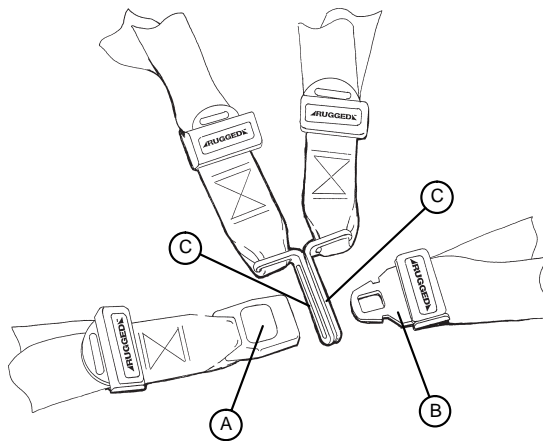

Figure 12 – Boucler les sangles de retenue
Appuyer sur le bouton rouge (A) à l'avant du réceptacle de la boucle pour débloquer la languette de la boucle (B) (Figure 12). Tirer la languette de la boucle hors du réceptacle.
Pousser la languette dans le réceptacle jusqu'à entendre un clic. S'assurer que la languette de la boucle passe à travers les deux maillons (C) lors de la fixation de la sangle de retenue au niveau de la poitrine (Figure 12).